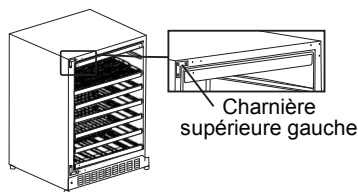

Figure 5
5. Poser une nouvelle charnière supérieure gauche (incluse à l'intérieur) dans le coin gauche de l'armoire. (Voir Figure 5.)